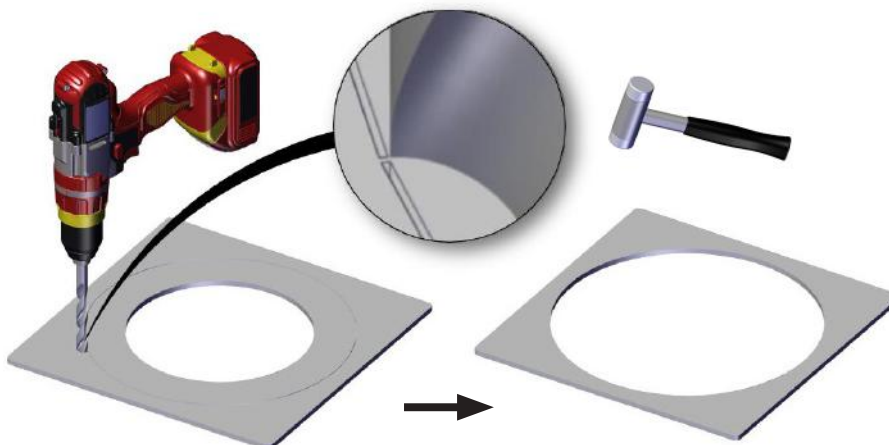

**FIG 6**
**FIG 6 a**
**FIG 6 b**
FIG 6 c